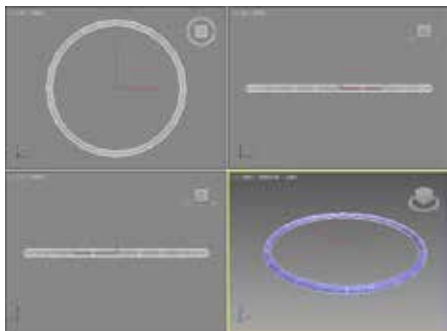

图 2-46 定义半径1大小
STEP 01 执行“创建”|“标准基本体”|“圆环”命令，在视图中任意位置指定圆环的圆心，再拖动鼠标定义圆环的半径1大小，如图2-46所示。